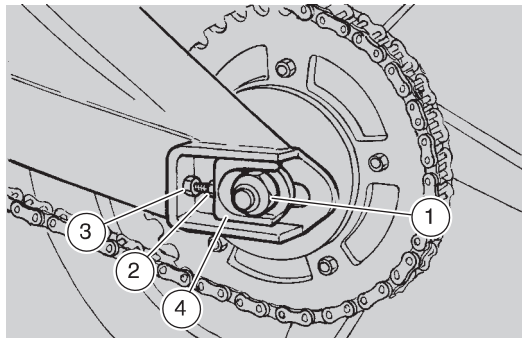
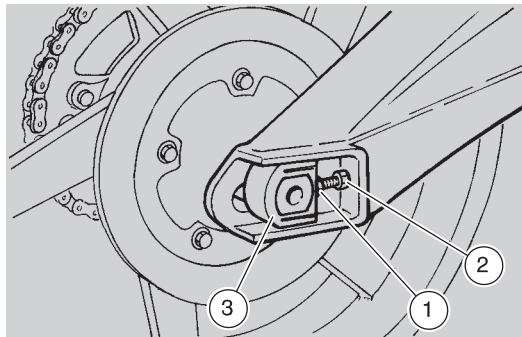

Fig. 32
Fig. 33
- desserrer l'écrou de fixation du pivot de la roue arrière (1-Fig. 32);
- desserrer les deux contre-écrous des points de réglage gauche (2 -Fig. 32) et droit (1-Fig. 33), qui se trouvent près du tourillon de la roue arrière;
- agir sur le point de réglage de gauche (3-Fig. 33) et sur celui de droite (2-Fig. 33), en faisant attention à ce que les repères fixes qui se trouvent sur la fourche, coïncident sur les deux côtés avec la marque imprimée sur les plaquettes mobiles (4-Fig. 32 - 3-Fig. 33).